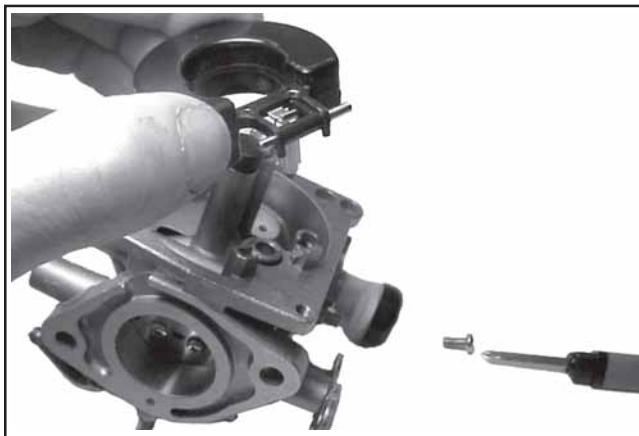

Figure 5-9. Dépose du flotteur et du pointeau d'admission.
2. Retirer la vis de la goupille du flotteur et retirer le flotteur, la goupille et le pointeau d'admission usés. Voir la Figure 5-9. Mettre toutes les pièces au rebut. Le siège du pointeau d'admission ne peut pas être entretenu et ne doit pas être retiré.